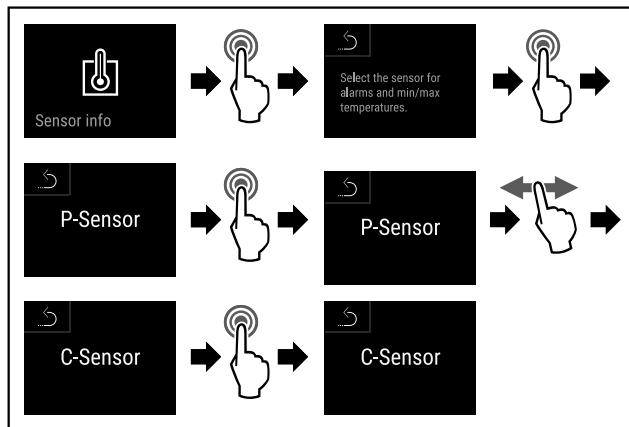

Fig. 166
- Seguir los pasos de procedimiento (consulte Fig. 166) .